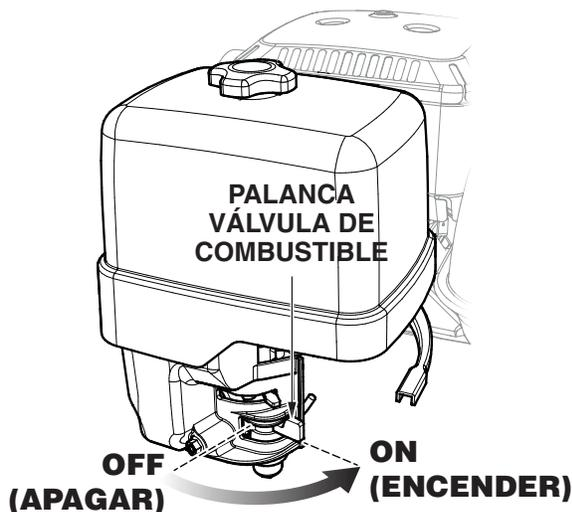

Figura 20. Palanca de la válvula de combustible (Abrir)
1. Ponga la palanca de la válvula de combustible en la posición **OPEN** (abrir) (Figura 20).